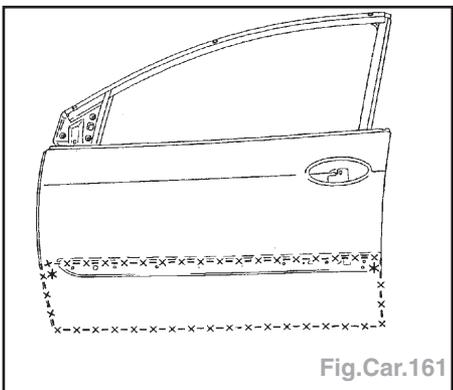

Fig.Car.161
- Dégraffer les points à l'aide d'une fraise de Ø 8 mm (Fig.Car.161).